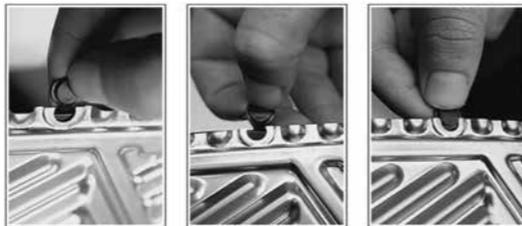

Fig.7
- Fissare la guarnizione sulla piastra (Fig. 6), fare attenzione che gli incavi per la rilevazione di perdita fluido "A", siano rivolti verso l'alto e controllare che i Plug-In® siano agganciati nelle rispettive sedi (Fig.7). Controllare che la guarnizione sia correttamente inserita nella propria sede, quindi capovolgere la piastra quale ulteriore verifica che tutti i Plug-In® siano stati ben posizionati.